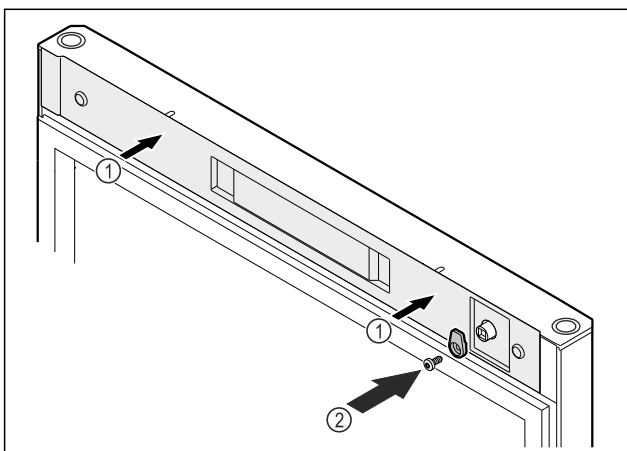

Fig. 54
- ▶ Uzlieciet pārsegu Fig. 54 (1).
- ▶ Pieskrūvējiet slēgšanas āķi Fig. 54 (2).